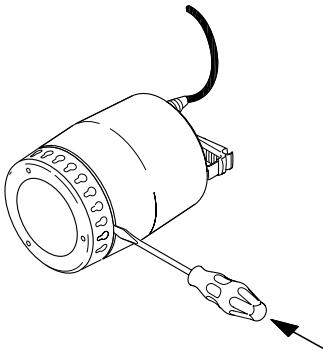

Fig. 7
3. Desserrer avec soin la crêpine d'aspiration en insérant un tournevis dans l'encoche entre la carcasse extérieure et la crêpine et en appuyant fermement dessus. Répéter la procédure jusqu'à ce que la crêpine soit libérée et puisse être retirée, voir fig. 7.